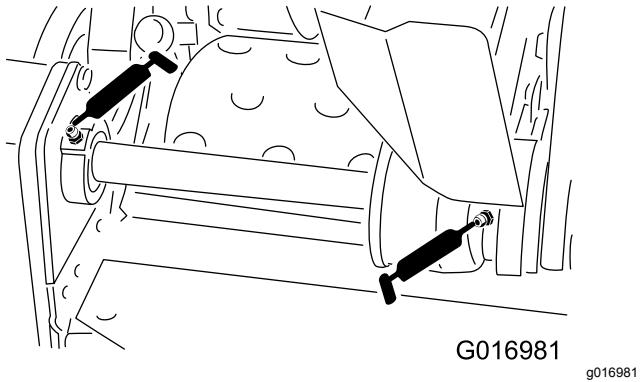

Figure 24
- 2 sur les roulements de l'arbre intermédiaire du cylindre (Figure 24)